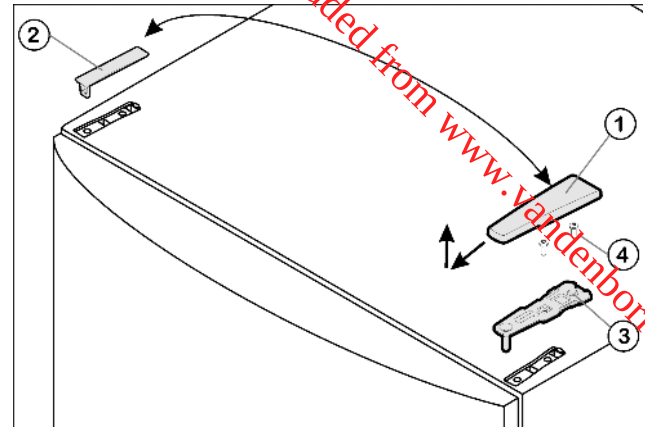

Fig. 4
- Enlever le cache Fig. 4 (1) vers l'avant et vers le haut.
- Retirer le cache Fig. 4 (2).
- Dévisser le support d'appui supérieur Fig. 4 (3) (2 Torx® 25) Fig. 4 (4) et retirer vers le haut.
- Placer le support d'appui supérieur *Fig. 4 (3)* sur le nouveau côté charnière de porte.
- Visser le support d'appui supérieur à fond (avec 4 Nm) (2 Torx® 25) *Fig. 4 (4)*. Pointer les trous de vissage ou utiliser une visseuse sans fil.
- Faire encliqueter le cache *Fig. 4 (1)* et le cache *Fig. 4 (2)* du côté opposé.